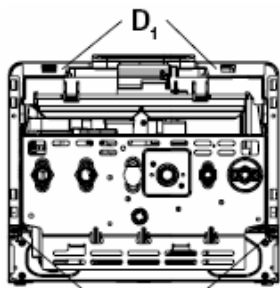
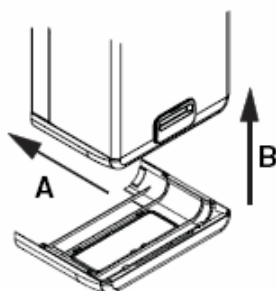
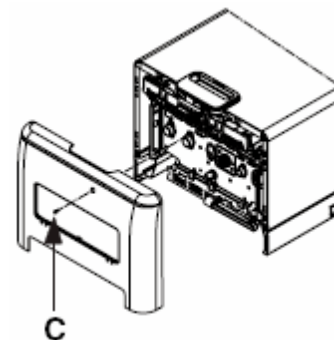

Рис. 10
Рис. 11
Рис. 12
После того как котел будет установлен, винты D₁ (рис. 10) можно снять. После завершения работ по установке котла и подключению его к газопроводу и к системам отопления и ГВС, установите крышку, закрывающую отсек со штуцерами (A-B, рис. 11) таким образом, чтобы защелки этой крышки прочно встали в специальных прорезях в нижней части котла. Закрепите крышку винтом C (рис. 12), который находится в пакете с документацией к котлу.
- отвинтите винт крепления крышки, закрывающей штуцеры (**C**, рис. 12)